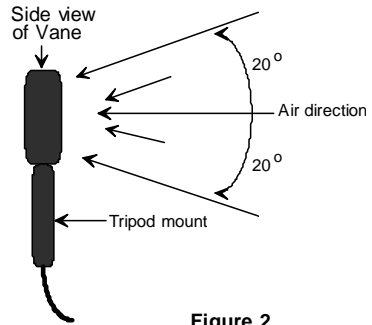

Figure 2
NOTA: Para todas las mediciones de velocidad o flujo de aire, el aire deberá pasar a través de la veleta de atrás hacia adelante. El lado posterior se puede encontrar localizando la tuerca de montaje. El frente de la veleta tiene grabado «ANEMOMETER». Para mediciones más precisas, mantenga un eje de 20° de la dirección del aire con respecto al lado posterior de la veleta (refiérase a la Fig.2).
4. Coloque la veleta en el flujo de aire (vea la fig.2).
5. Coloque la veleta en el flujo de aire (vea la Fig.2).